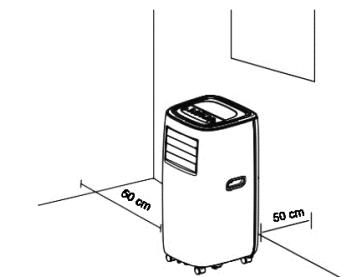

Fig. 3
3. Assicurarsi che l'unità si trovi in posizione verticale e che sulle griglie d'ingresso e di uscita non si trovino alcuni ostacoli (Fig.3).